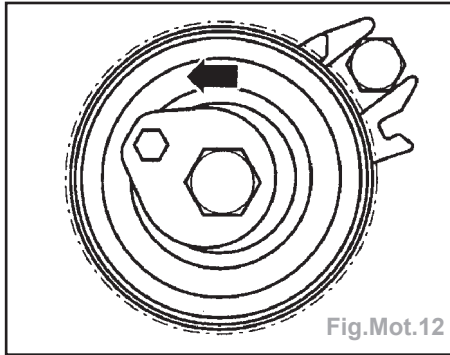

Fig.Mot.12
- à l'aide de l'entraînement à six pans, tourner le galet-tendeur d'entraînement principal dans le sens inverse d'horloge pour l'amener dans la position suivante (Fig.Mot.12),